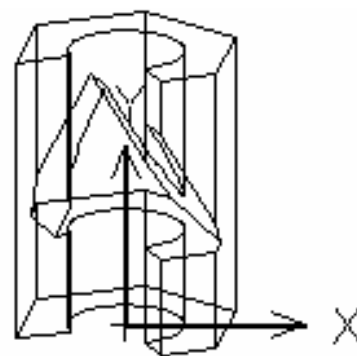

Рис. 5.53
59. Кнопкой **Вид (View UCS)**  панели **ПСК (UCS)** расположить плоскость **XY** системы координат параллельно текущему виду – рис. 5.53 (ПСК располагается параллельно экрану).